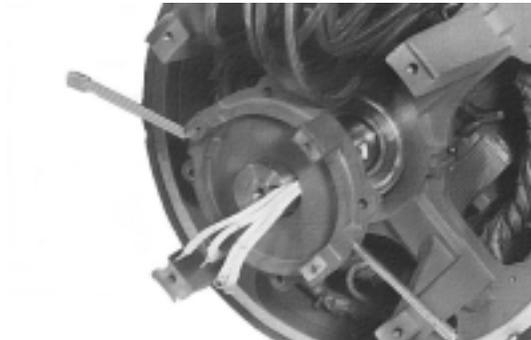
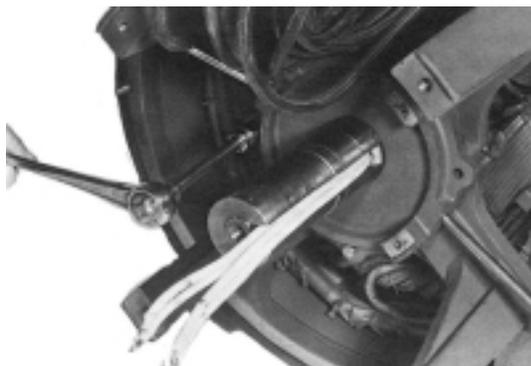

Figure 6-63
Figure 6-64
5. Monter le couvercle extérieur du roulement sur le bout de l'excitatrice (Figure 6-63). Aligner les trous des couvercles extérieurs et intérieurs du roulement et mettre les vis. Serrer à 34 N.m (Fig. 6-64)